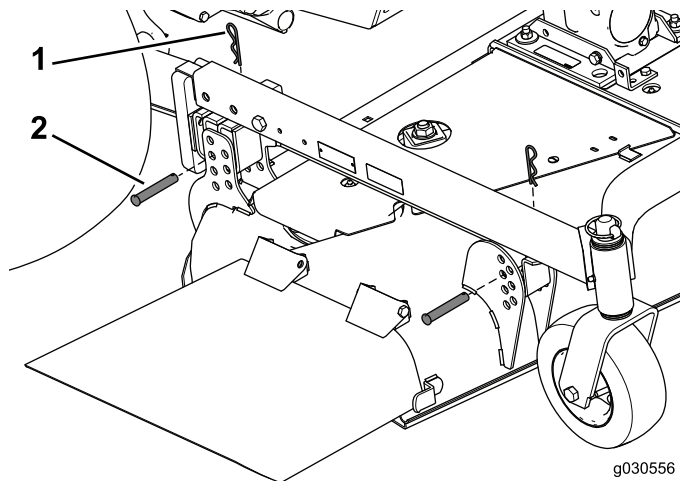

図 16
4. クレビスピンとヘアピン各4本を使って、刈り込みデッキをキャリアフレームの適当な高さに固定する 図 16。